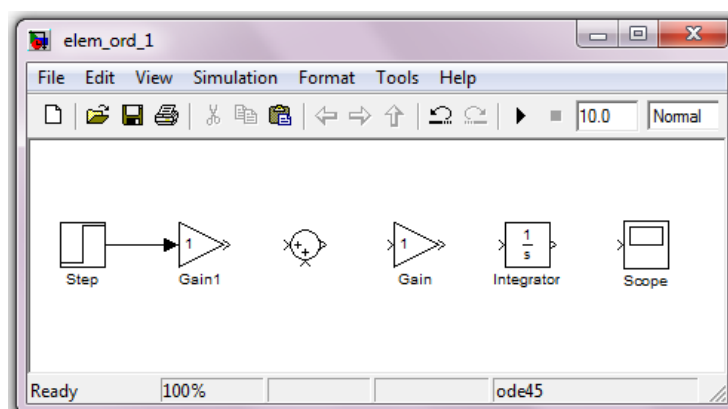

Fig.8. Prima conexiune, realizată corect
- Prima variantă presupune apăsarea butonului din stânga al mouse-ului pe ieșirea blocului *Step* și deplasarea mouse-ului, cu butonul apăsat până pe intrarea amplificatorului *Gain1*. Conexiunea realizată corect arată ca în Fig.8.